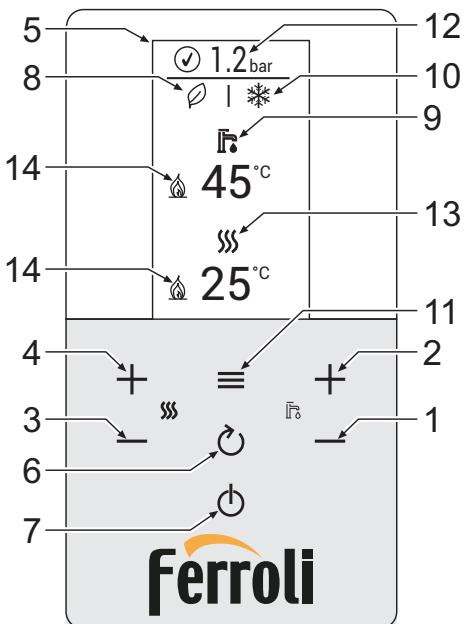

fig. 1- Panel de control
Leyenda del panel fig. 1
Pulsar repetidamente la tecla (1) hasta que aparezca el símbolo del verano (sol) y la palabra "OFF" en la calefacción (10 - fig. 1): la caldera solo suministra agua sanitaria. El sistema antihielo permanece operativo.
Mediante las teclas de la calefacción (3 y 4 - fig. 1) para regular la temperatura desde un mínimo de 20 °C hasta un máximo de 80 °C. El valor máximo se puede modificar en el menú Parámetros [TSP] interviniendo en el parámetro P40.
Mediante las teclas del agua sanitaria (1 y 2 - fig. 1) para regular la temperatura desde un mínimo de 10 °C hasta un máximo de 65 °C. El valor máximo se puede modificar en el menú Parámetros [TSP] interviniendo en el parámetro P46.
En modalidad **ECO**, en la pantalla se visualiza el símbolo (12 - fig. 1).